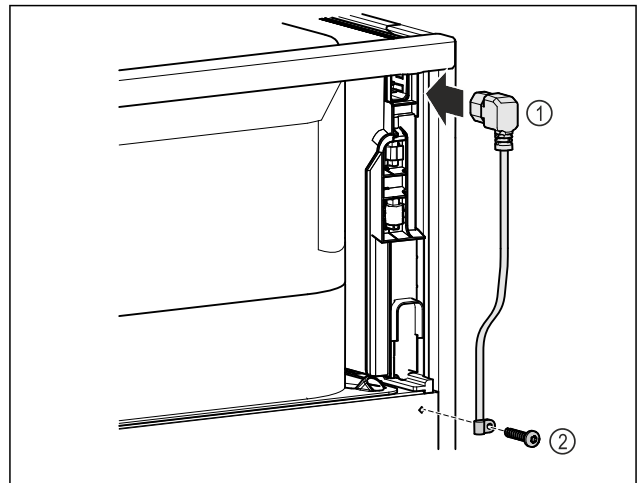

Fig. 11
- ▶ Вставте роз'єм «холодного підключення» кабелю підключення до мережі Fig. 11 (1) на задній стороні пристрою.
- ▶ Встановіть механізм для розвантаження кабелю від натягу. Fig. 11 (2)